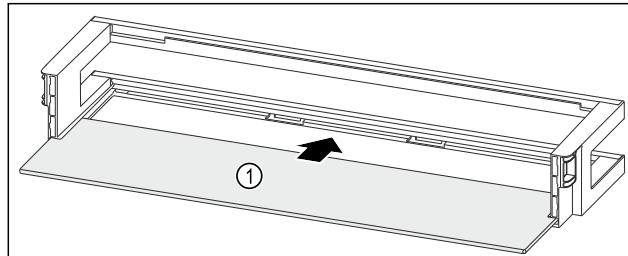

Fig. 50 Рафт на врата с рафт
- ▶ Вкарайте рафта Fig. 50 (1) в страничните прорези.